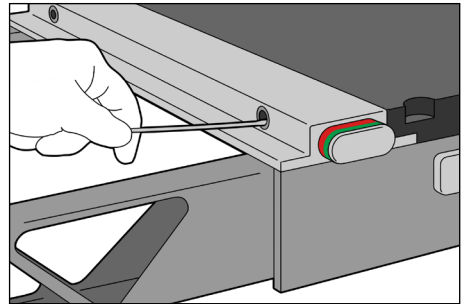

图 3
3. 使用干棉棒清洁安装孔的内面。(图 3)
5. 用干棉棒擦掉附着的棉绒和污垢。(图 3)